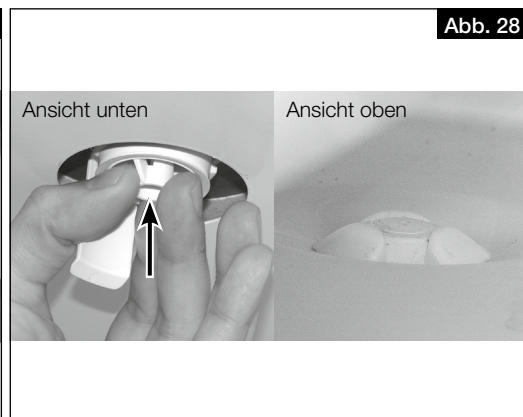

Abb. 28
2. Befestigungsteil von unten in die Öffnung der Bodenwanne stecken, bis die Krallen an der Blechkante der Bodenplatte einrasten (s. Abb. 28).